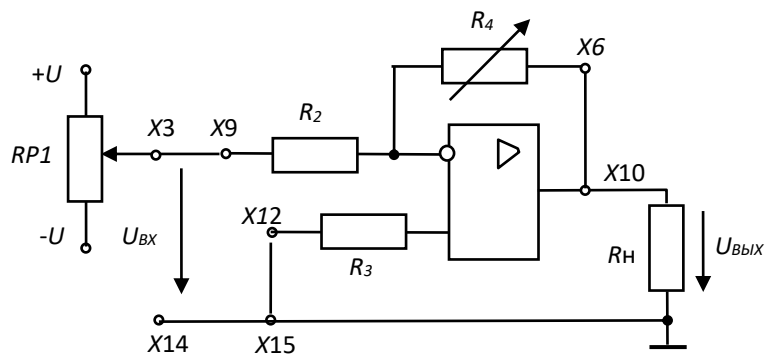

Рис. 2 Исследование инвертирующего усилителя на операционном усилителе
3.2.1. Собрать схему инвертирующего усилителя, установив перемычки согласно рис. 2. Подключить к входу (гнезда X9 и X15) и выходу (гнезда X10 и X15(X14)) операционного усилителя и измерительные приборы PV1 (подключается к $U_{вх}$) и PV2 (подключается к $U_{вых}$) в режиме измерения постоянного напряжения. Установить переключатель SA1 в положение 1, что соответствует сопротивлению $R_4=20\text{кОм}$.